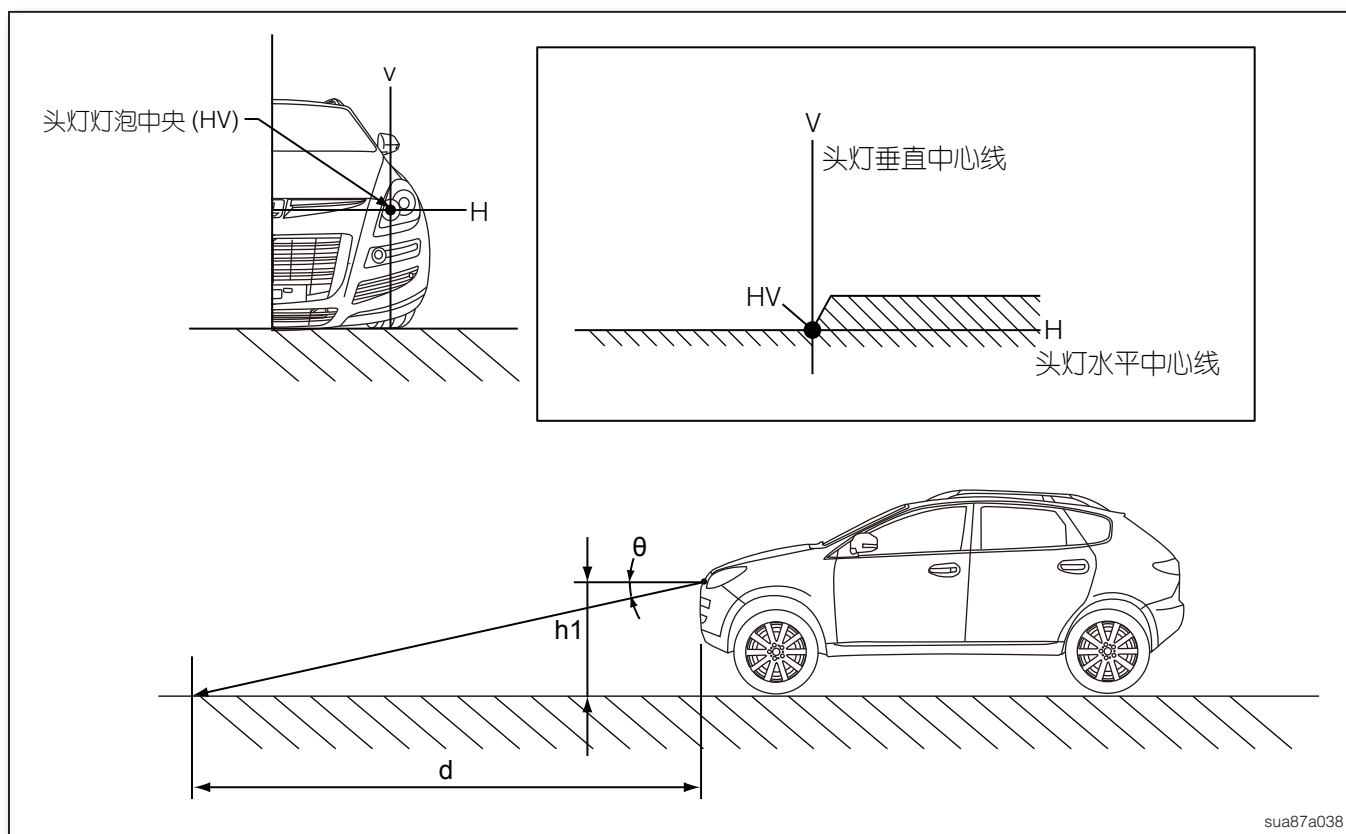

图 9
6. 若前车身经过修理，或已更换过头灯总成，请根据图示检查对焦状况 (如图 9)。